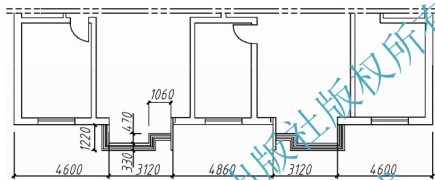

图 9-40 添加阳台窗户
④ 添加阳台窗户：将“Window”图层设为当前层，按图 9-40 所示绘制其中一个阳台窗户，另一个使用【镜像】(Mi)命令得到。
(5) 绘制楼梯。